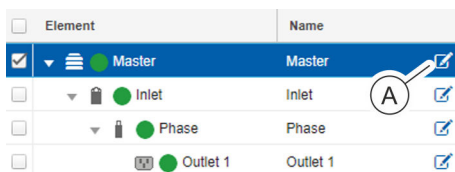

Abb. 98: Element auswählen
1. In der Spalte "Name" neben dem gewünschten Element auf das Bleistift-Symbol klicken (Abb. 98/A).